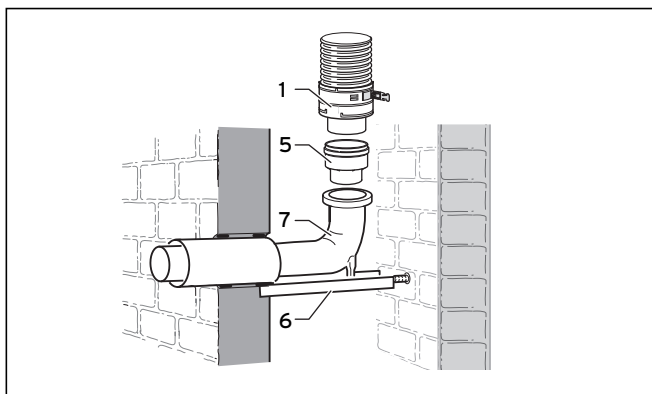

Рис. 5.40 Концентрическое подключение к гибкому дымоходу
- Просверлите отверстие в задней стенке шахты и вставьте опорную планку (6) (см. рис. 5.40).